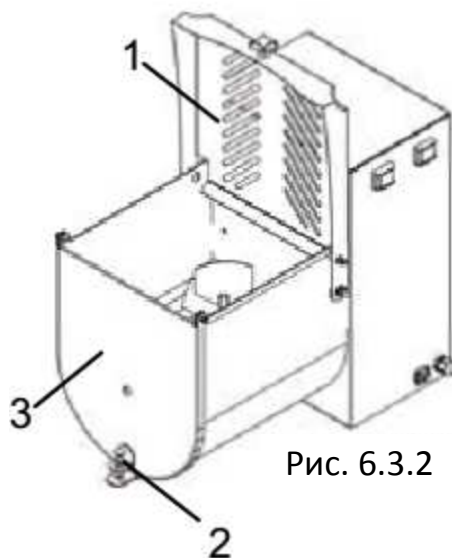

Рис. 6.3.2
- Потянуть ручку фиксатора поз. 2 (рис. 6.3.2), высвободив переднюю крышку поз. 3 (рис. 6.3.2)